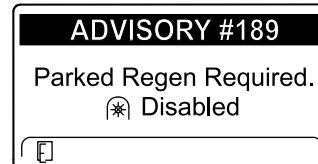

Bild 55
- Wenn Sie eine geparkte Regenerierung nicht innerhalb von zwei Stunden durchführen, wird im InfoCenter „Parked regeneration required – power takeoff disabled ADVISORY #189“ angezeigt (Bild 55).